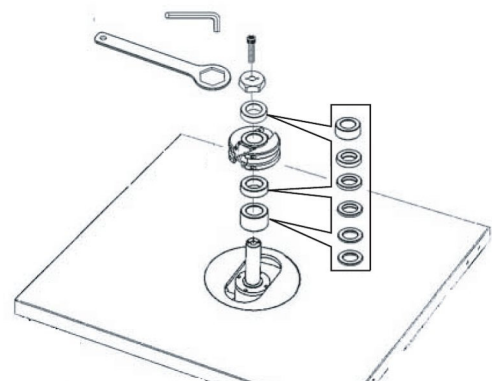

Abb. 6: Fräs Werkzeug montieren
**Schritt 2:** Den Fräskopf und die Spindeldistanzringe auf die Spindel aufstecken und den Abschlussflansch mit der Innensechskantschraube M12x25 sichern (Abb. 6).